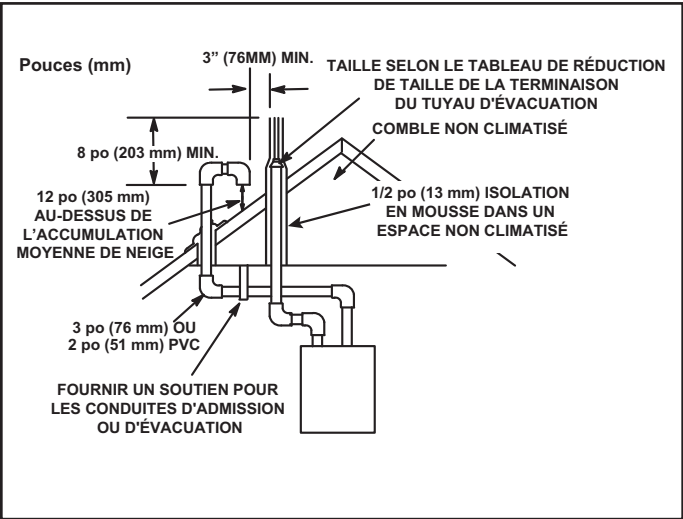

Figure 29. Terminaison de toit à ventilation directe
Les tuyaux d'admission et d'évacuation peuvent être acheminés horizontalement à travers un mur extérieur ou verticalement à travers le toit. Dans les installations dans un comble ou un placard, la terminaison verticale à travers le toit est préférable. Les figures 29 à 34 présentent des terminaisons typiques.
- 3. Sur les terminaisons de toit, la tuyauterie d'admission doit se terminer directement vers le bas à l'aide de deux coudes à 90° (Figure 29).